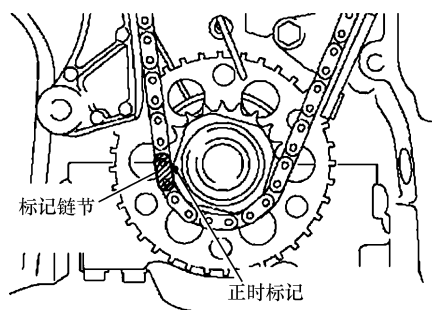

图 22-27 黄色标记链节与曲轴正时标记对齐
③ 按照图22-27所示，将正时链条上的黄色标记链节与曲轴正时标记对齐。